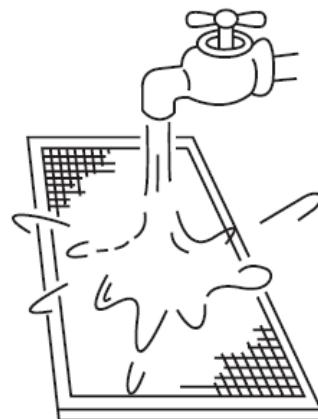

Fig.6-4
- Partea de admisie aer trebuie să fie cu față în jos la utilizarea apei. (Consultați Fig. 6-4).